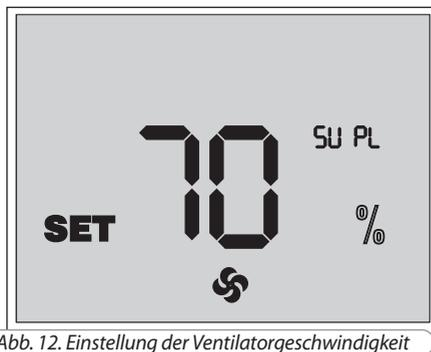

Abb. 12. Einstellung der Ventilatorgeschwindigkeit
- Regelung der Leistung von Zuluftventilator: die Taste drücken und halten, dann die Taste zur Leistungserhöhung und die Taste zur Leistungsabsenkung drücken. Jede Betätigung der Taste oder erhöht oder vermindert die Ventilatorleistung um 1%. Wenn die Taste gedrückt bleibt, zeigt der Bildschirm des Bedienpultes die aktuelle Leistung des Zuluftventilators, Abb. 12.